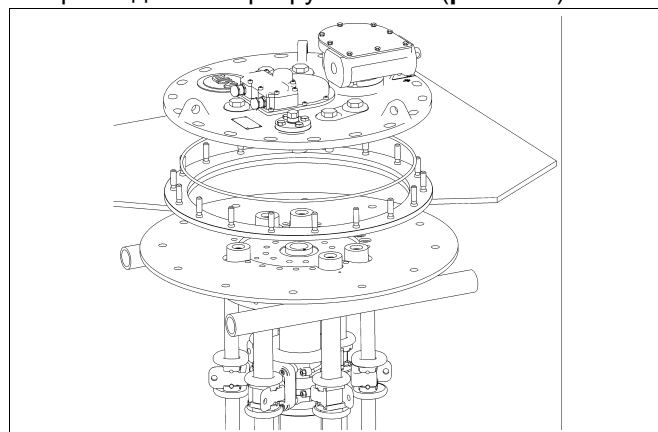
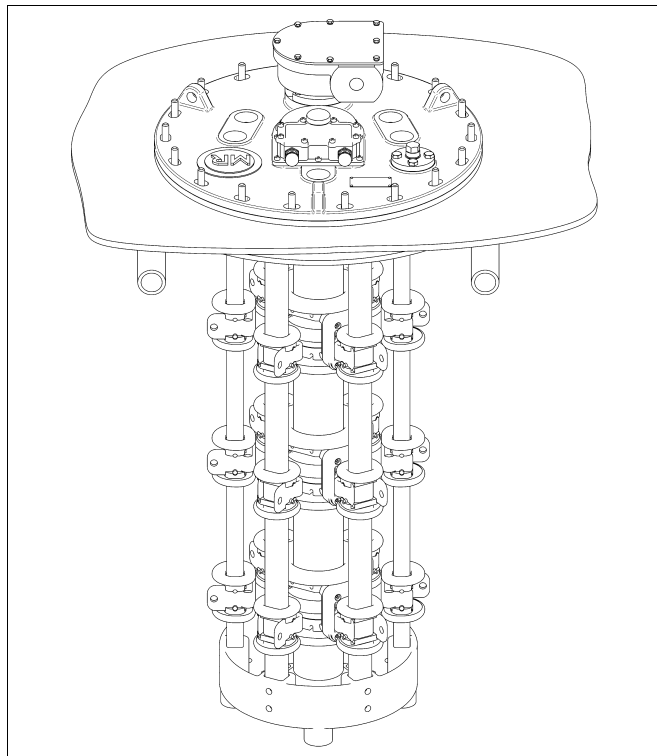
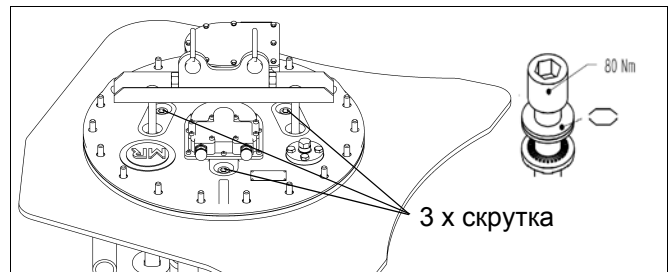

рис. 109
рис. 113
рис. 116 Прикрутите головку к устройству ПБВ.
13) Вставьте входящую в комплект поставки маслостойкую прокладку в соответствующую канавку в головке устройства ПБВ таким образом, чтобы прокладка не перекручивалась (рис. 109).
16)Разместите головку на устройстве ПБВ в нужном положении. Устройство ПБВ может быть соединено с головкой только в одной позиции (рис. 109, рис. 113, рис. 116).
19) Прикрутите головку к устройству ПБВ сначала 3 болтами (M16 x 60 включая стопорные элементы, $M_d = 80+10$ Нм, рис. 116).